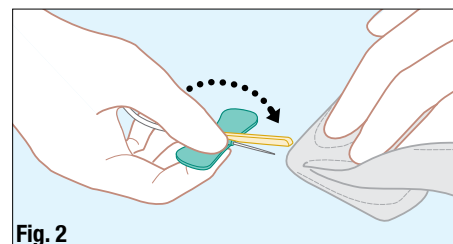

Fig. 2
9. Faites basculer la gaine de sécurité vers l'aiguille. Prenez les ailettes en plaçant votre pouce par-dessus la gaine et votre index sous les ailettes. Retirez complètement l'aiguille du point de ponction et appliquez une pression sur ce point avec un tampon de gaze stérile (**fig. 2**).